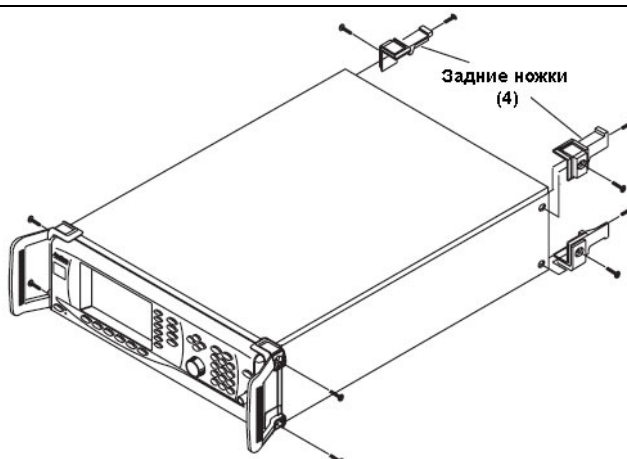
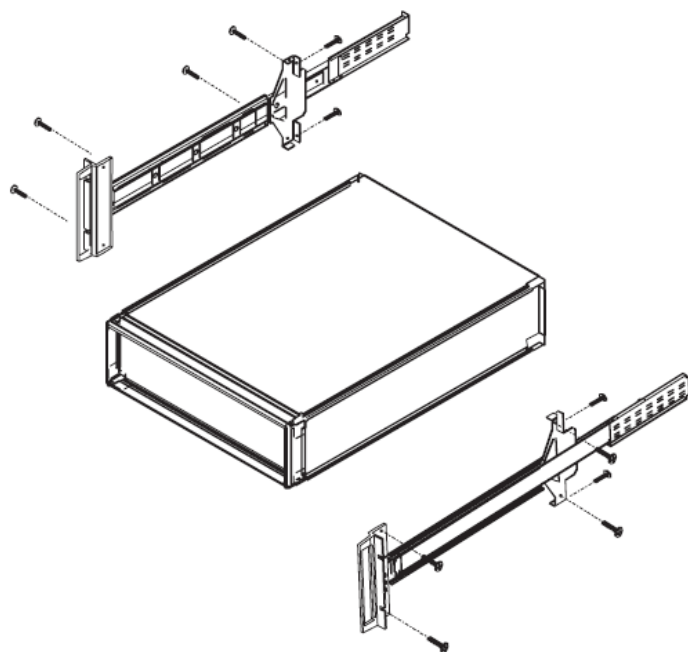

Рис. 2-2 . Снятие ручки на передней панели и ножек
Рис. 2-3. Установка прибора в стойку
Комплект для установки прибора в стойку (Опция 1А) состоит из направляющих (с возможностью наклона на 90°), монтажных проушин и ручек для передней панели для установки генератора в стандартную стойку. Процедура ниже описывает процесс установки этих приспособлений на прибор. Комплект для установки прибора в стойку (Опция 1В) состоит из тех же самых компонентов, но без направляющих. Описываемая процедура может также использоваться и для установки Опции 1В. См. Рис. 2-2 и Рис. 2-3.
4. Установите левый внутренний элемент направляющей на корпус прибора ручкой к передней части прибора (Рис. 2-3 на стр. 2-4).